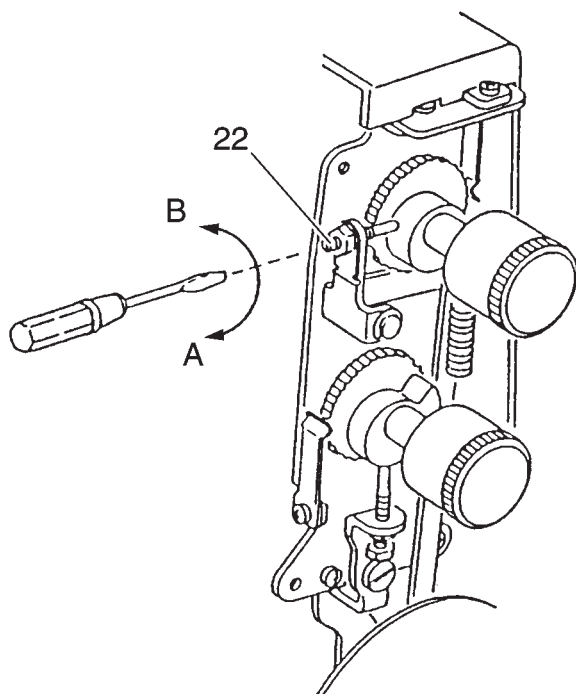

Рис. 12
- Если длина стежка больше 3,0 мм, поверните регулировочный винт 22 в направлении „А“ (рис. 12).